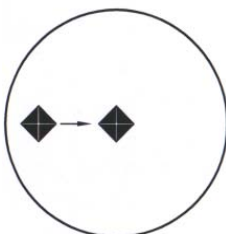

Abbildung 6-14 Eindruck ist links von der Mitte
3. Der Eindruck ist links von der Mitte. Siehe Abbildung 6-14.